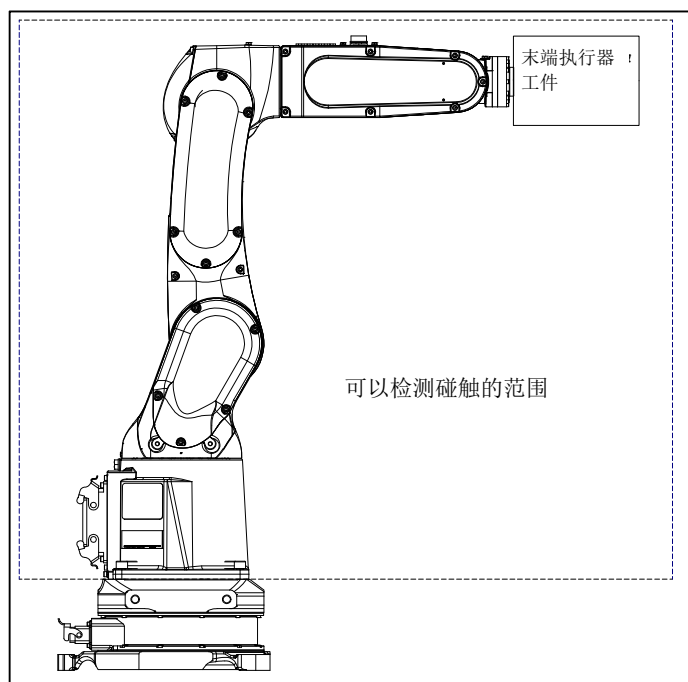

图 3.6 (a) 碰触停止的部分
- 与图 3.6 (a)所示的地方以外的碰触，机器人不会停止。